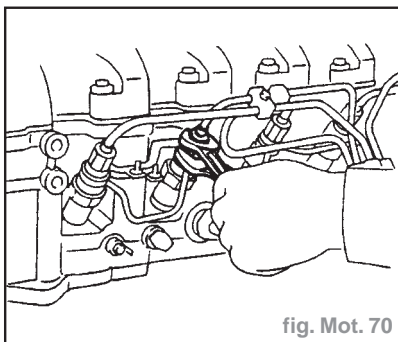

fig. Mot. 70
- Déposer le tube d'injection et le tube de retour (fig. Mot. 70).